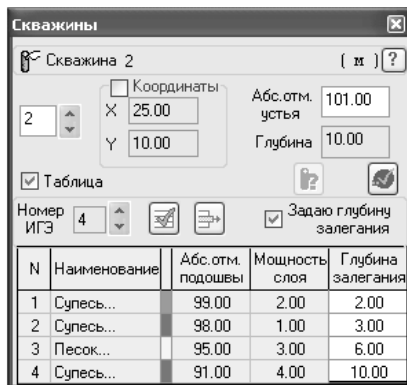

Рис. 2.17. Параметры свердловини 2
5. Номери свердловин відображаються за допомогою меню **Вид** \Rightarrow **Флаги рисования** \Rightarrow **Номера скважин**. За аналогією до свердловини 1 задайте вихідні дані для свердловин 2, 3, 4 (рис. 2.17–2.19).